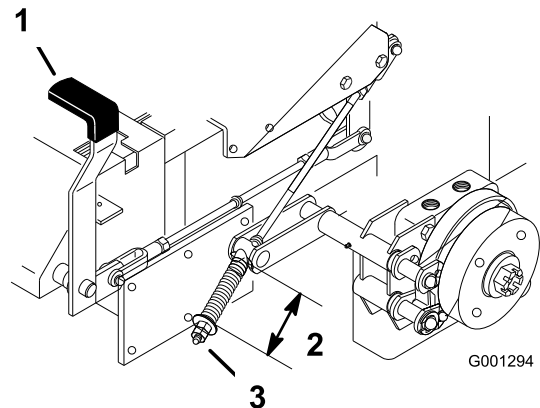

Figure 66
2. Mesurez la longueur du ressort. Les rondelles doivent être espacées de 64 mm (Figure 66).
3. Si un réglage est requis, desserrez le frein de stationnement, desserrez l'écrou de blocage situé sous le ressort et réglez l'écrou directement au-dessous du ressort (Figure 66).